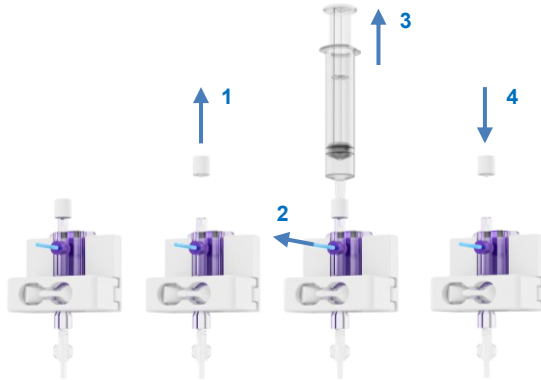

Figura 23 Desaireación del sensor de presión
- Retire la tapa de la parte superior del sensor de presión y coloque una jeringa estéril en el puerto (véase la Figura 23; paso 1).
- Para llenar la línea de presión y eliminar cualquier aire posible, tire de la lengüeta azul a presión (véase la Figura 23; paso 2) mientras aspira con la jeringa (paso 3). Deténgase una vez eliminado el aire.
- Vuelva a colocar la tapa en el sensor de presión (véase la Figura 23; paso 4).